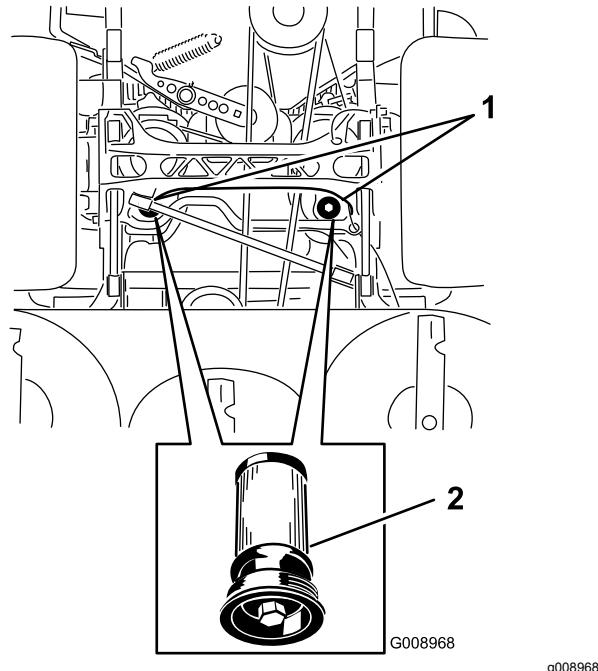

Figure 87
5. Placez un bac de vidange sous le filtre, retirez le filtre usagé et essuyez la surface (Figure 87).
6. Appliquez une fine couche de liquide hydraulique sur le joint en caoutchouc du filtre de recharge (Figure 87).